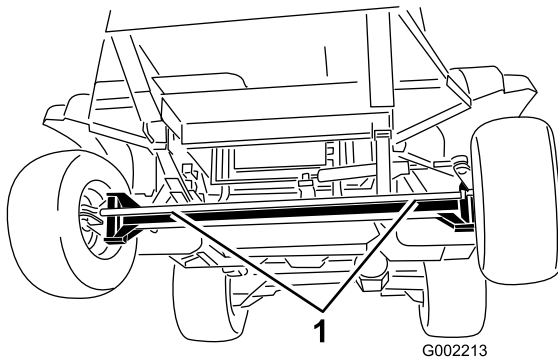
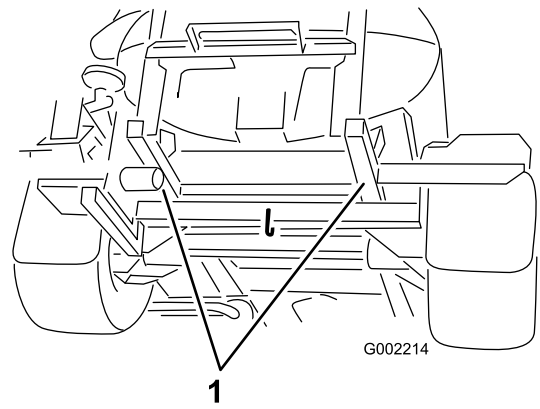

Bild 29
Bild 30
2. Befestigen Sie ein Abschleppseil am Rahmen. Siehe Abschlepppunkte vorne und hinten in Bild 29 und Bild 30.